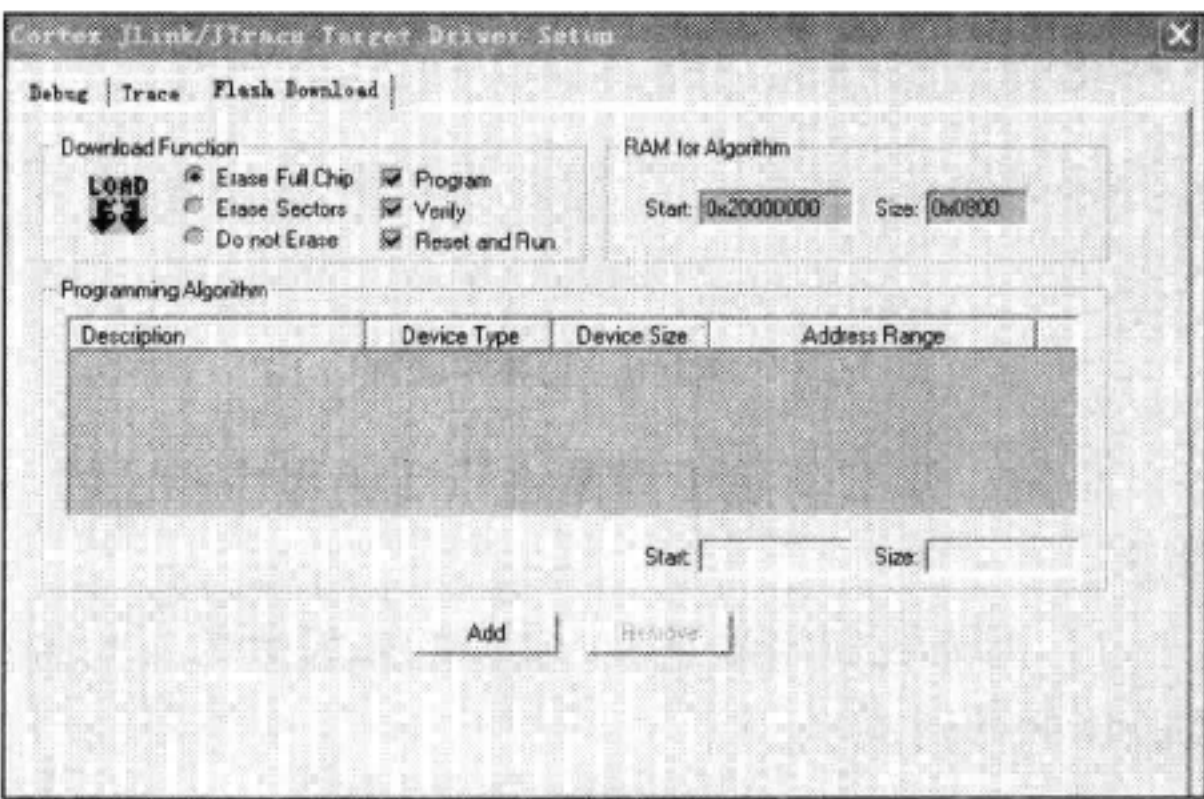

图 3-33 没有添加 CPU 支持 Flash 的错误界面
- 3) 没有添加 CPU 支持的 Flash 错误，见图 3-33。